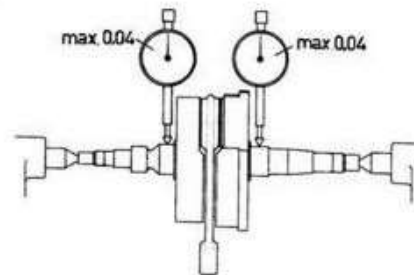

Fig. 50
- Den zusammenmontierten Kurbeltrieb zwischen die Spitzen einer Drehbank montieren und laut Fig. 50 den Rundlauf der Lagersitze prüfen.
- Monter l'embiellage ainsi remonté entre les pointes d'un tour et contrôler le faux-rond des deux portées de roulement (fig.50)
In jedem dieser Fälle ist die Kurbelwelle nach den Korrektur-Versuchen zwischen den Drehbankspitzen auf Rundlauf zu kontrollieren. Der höchstzulässige Schlag auf den Lagersitzen gemessen, beträgt 0,04 mm (siehe Fig. 50).
Dans chacun des cas, contrôler le vilebrequin entre les pointes du tour après chaque correction jusqu'à ce que le faux-rond entre les deux portées de roulements soit inférieur à 0,04 mm (voir fig. 50).